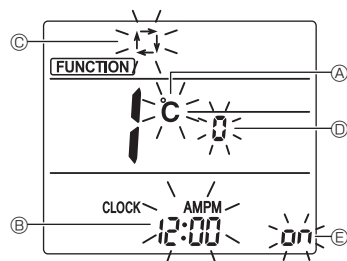

Fig. 4-11
Der Bildschirmanzeige-Einstellungsbildschirm erscheint. (Fig. 4-11)
4.12.2. Ändern der Temperatureinheit (Fig. 4-11 A)
- Drücken Sie die **[TEMP]**-Taste ⑤.
- Mit jedem Drücken der **[TEMP]**-Taste ⑤ wechselt die Einstellung zwischen **°C** und **°F**.
4.12.3. Ändern der Zeitanzeige (Fig. 4-11 B)
- Drücken Sie die **[TIME]**-Taste ⑥.
- Mit jedem Drücken der **[TIME]**-Taste ⑥ wechselt die Einstellung zwischen **12:00** und **24:00**.
4.12.4. Ändern des AUTO-Modus (Fig. 4-11 C)
- Drücken Sie die **[—]**-Taste ⑦.
- Mit jedem Drücken der **[—]**-Taste ⑦ wechselt die Einstellung zwischen **1** und **2**.
4.12.5. Ändern von Paar Nr. (Fig. 4-11 D)
- Drücken Sie die **[↑/↓]**-Taste ④.
- Mit jedem Drücken der **[↑/↓]**-Taste ④ wechselt die Paarnummer 0–3.